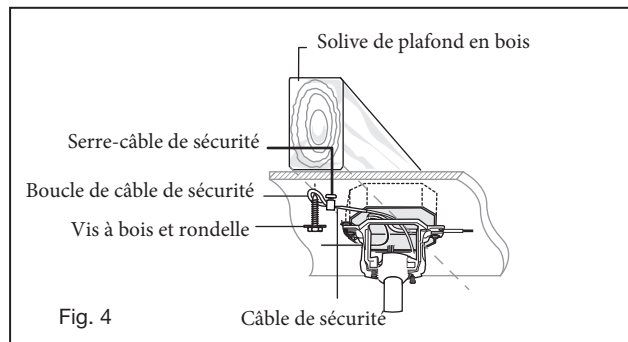

Fig. 4
**REMARQUE :** La languette à l'opposé de l'ouverture du support de suspension doit s'insérer dans la fente de la boule. (Fig. 4)
- 2 Connectez les fils noirs du commutateur dans le berceau A aux fils noirs dans le boîtier de commutation. Fil d'entrée chaud vers l'un des fils du commutateur du socle. Le fil d'alimentation du ventilateur est connecté au fil de l'interrupteur restant. (Fig. 4)